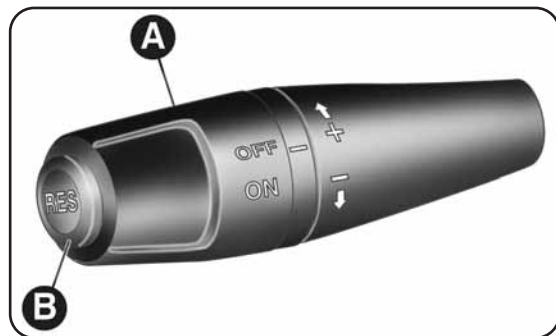

fig. 43
Tourner la bague A-Fig. 43 sur ON. Le dispositif ne peut être enclenché en 1^{ère} vitesse ou en marche arrière, mais il est conseillé de l'enclencher avec des rapports égaux ou supérieurs à la 5^{ème}.
- tourner la bague A-fig. 43 sur ON et appuyer sur l'accélérateur jusqu'à obtenir la vitesse désirée ;
- appuyer sur le bouton RES (B-fig. 43).
- tourner la bague A-fig. 43 sur OFF ;
En cas de dysfonctionnement ou d'anomalie du dispositif, tourner la bague A-fig. 43 sur OFF et s'adresser aux Services Agréés Alfa Romeo.